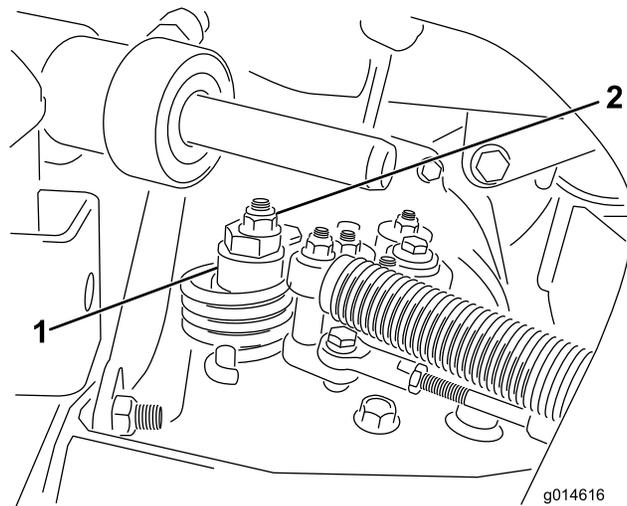

Рисунок 46
- А. Ослабьте гайку крепления эксцентрика к верхней части гидростата (Рисунок 46).
- С. Поворачивайте эксцентрик до тех пор, пока не прекратится медленное вращение в любом направлении. Когда колесо перестанет вращаться, затяните гайку, которая фиксирует эксцентрик и регулировку (Рисунок 46).